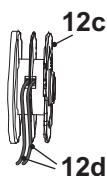

Fig. 27
5. Direcione uma extremidade das novas linhas de aparar (12d) pelo pequeno ilhó na bobina de aparar (12c), na direção das setas (Fig. 27).